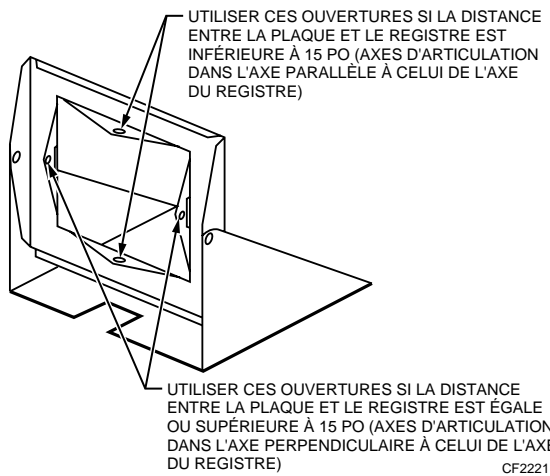

Fig. 16. Installation de la plaque.
7. Installer la plaque de l'actionneur à l'aide des deux axes d'articulation, des rondelles et des attaches de l'étape 4, comme l'indique la Fig. 16.